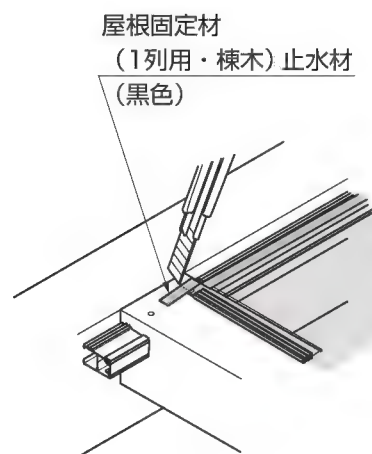

図9-4
- 余分な部分をカッターなどで取り除いてください。(図9-4参照)